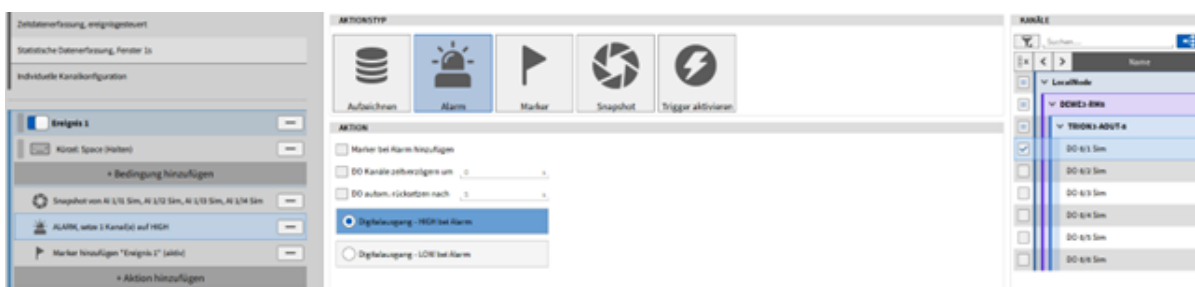

Abb. 9.40: Alarm-Aktionstyp
- Wählen Sie *Snapshot* als Aktionstyp und *RMS Wert* als Aktion mit einem Snapshot-Fenster von 0.5s aus. Die analogen Eingangskanäle für die Datenabfrage können aus der Kanalliste auf der rechten Seite ausgewählt werden (siehe Abb. 9.40). Die Daten werden in dem Moment, für welchen das Ereignis definiert wurde, abgefragt.